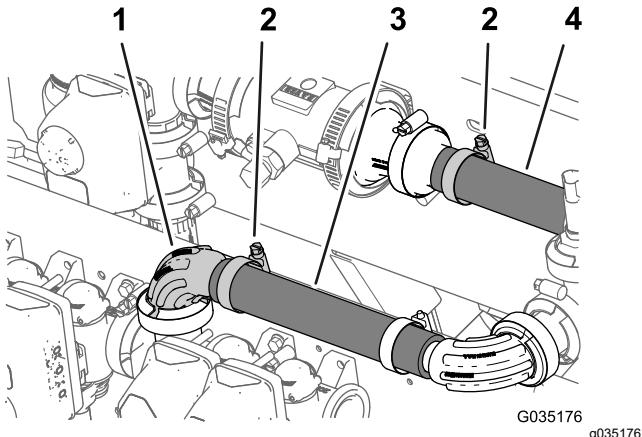

Figure 52
3. Serrez le collier qui fixe le flexible (1 x 7 1/4 po) sur le raccord à bride cannelé (1 po) que vous avez branché sous Montage du transducteur de pression sur la machine \(page 22\); voir Figure 52.